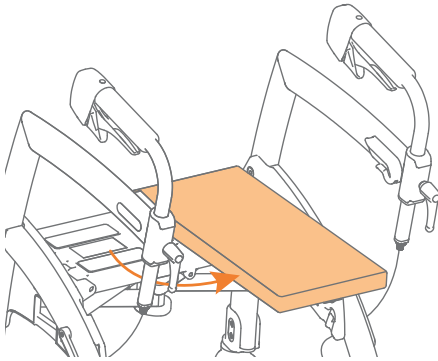

Figure 13: Placez le coussin du siège en croix.
- c. Tirez le coussin du siège, tournez-le à 90 degrés et placez-le en croix sur le côté de la poignée rouge (**Figure 13**).